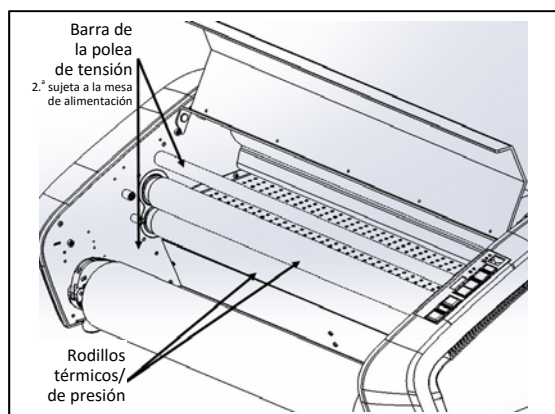

Figura 6
- G. **RODILLOS TÉRMICOS DE PRESIÓN:** (figura 6) calientan la película para activar el adhesivo y ejercen presión para garantizar que la película se adhiera a la hoja.
- H. **BARRAS DE LA POLEA DE TENSION:** (figura 6) las barras de la polea de tensión que están ubicadas cerca de los rollos de alimentación se utilizan para guiar a la película hacia los RODILLOS DE PRESIÓN. La barra de la polea de tensión inferior se encuentra sujeta a la mesa de alimentación para facilitar la carga de la película.